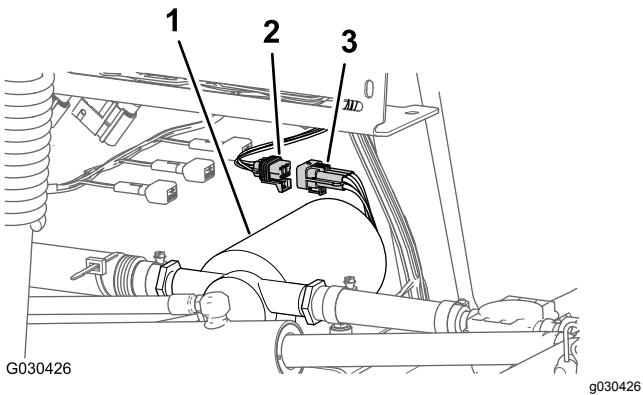

Bild 14
- Ziehen Sie den 6-Stift-Stecker des Kabelbaums der Spülpumpe vom 6-Buchsen-Stecker des hinteren Hauptkabinenkabelbaums ab (Bild 14).